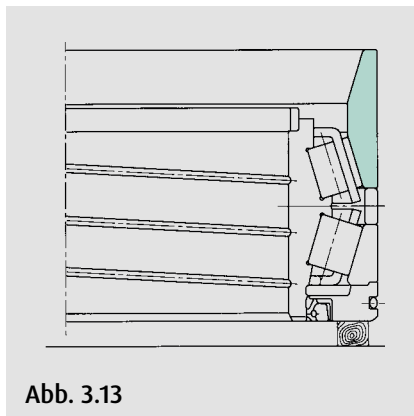
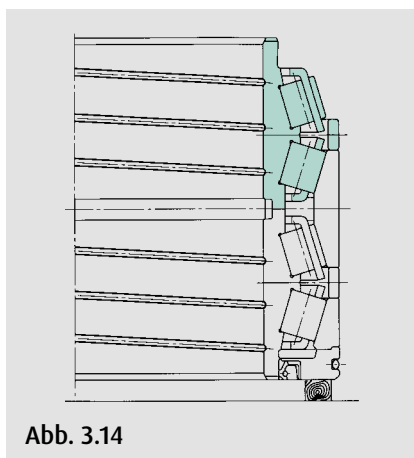

Abb. 3.13
Abb. 3.14
11. Die mittlere Dichtung in die Nut des Innenringes einlegen. Zuvor die Dichtung einfetten (Abb. 3.13).
14. Rollensatz be fetten, wie unter (7) beschrieben
15. Innenring mit Einbaumarkierung E nach oben aufsetzen. Während des Durchdrehens den Innenring vorsichtig aufschieben, um die mittlere Dichtung nicht zu beschädigen (Abb. 3.14).